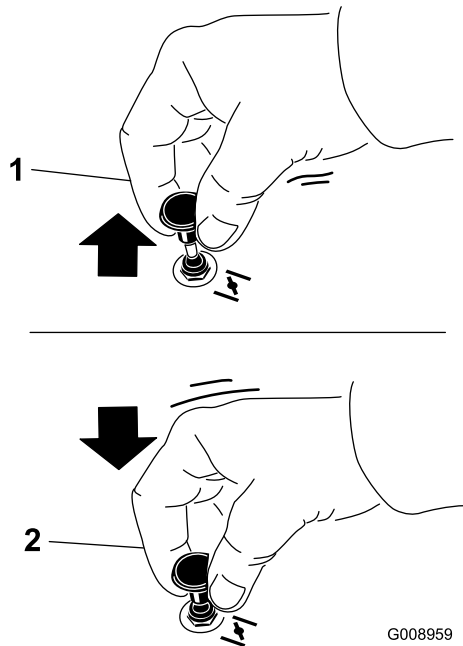

Figura 16
1. Tire hacia arriba del mando para engranar el estérter antes de usar el interruptor de encendido (Figura 16).
2. Presione hacia abajo el pomo del estérter para desactivar el estérter después de arrancar el motor (Figura 16).